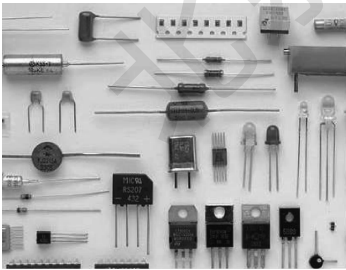
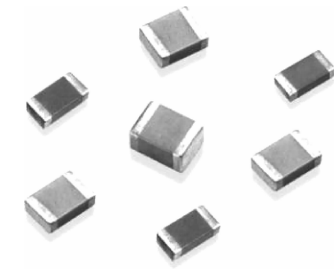

图 1-5 插件电子元器件
图 1-6 表贴电子元器件
(1) 仔细阅读“相关知识”栏目的内容，了解常用电子元器件类型、图形符号及表示符号。
(2) 插件电子元器件若干，如图 1-5 所示；表贴电子元器件若干，如图 1-6 所示。